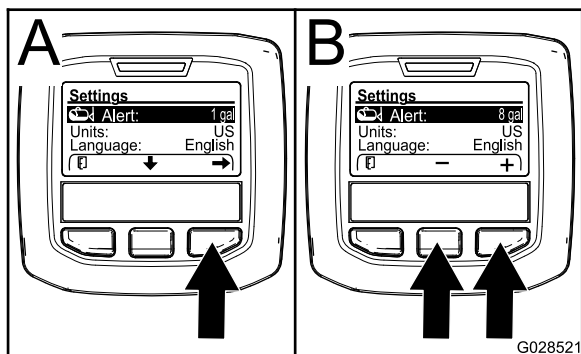

Figure 69
3. Appuyez sur le bouton de sélection droit pour alterner entre les débits d'application 1 et 2 (Figure 69).
2. Appuyez sur le bouton de sélection central pour mettre en surbrillance le réglage Alerte (Figure 69).
3. Appuyez sur le bouton de sélection droit (Figure 69).
4. Utilisez le bouton de sélection central ou droit pour saisir la quantité minimum dans la cuve à laquelle l'alerte s'affichera pendant le fonctionnement du pulvérisateur (Figure 69).